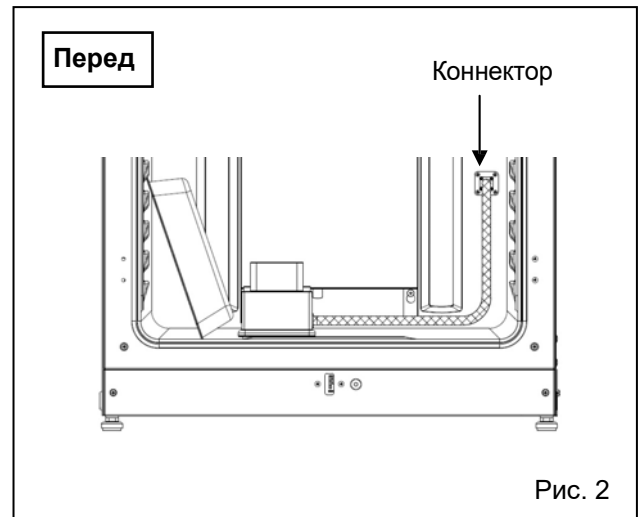

Рис. 2
**Примечание:** Не забудьте сохранить крышку коннектора (Рис. 2).